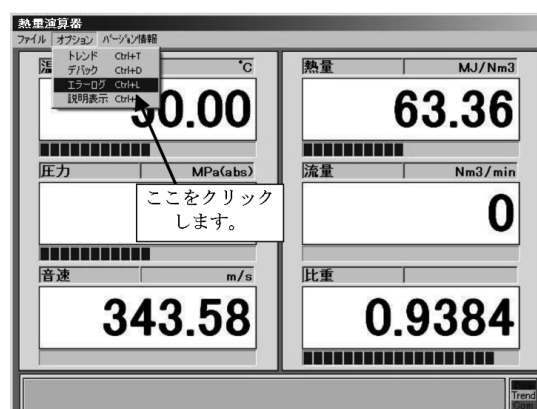

図 9.7.1
1. RUNモード表示画面においてメニューの「オプション」をクリックすると、図9.7.1のような状態となります。ここで、「エラーログ」をクリックします。